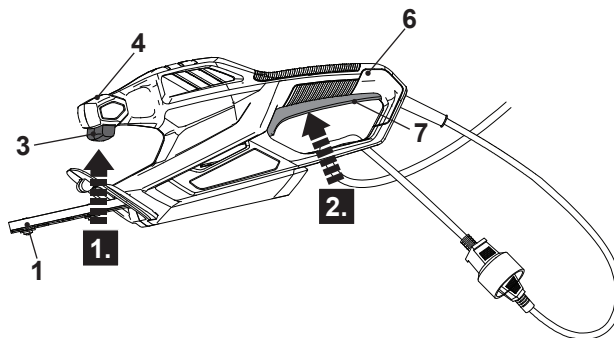

Fig. 4
1. Asegúrese de que el dispositivo de corte (cuchilla) (1) no toque ningún objeto. Retire la cubierta de la cuchilla (11) del dispositivo de corte (cuchilla) (1) antes de encender el producto.
2. Sujete el producto con una mano en el mango delantero (4) y con la otra en el mango trasero (6).
3. Pulse el interruptor de seguridad (3) y manténgalo en posición (Fig. 4, paso 1).
4. Pulse el interruptor de encendido/apagado (7) para encender el producto (Fig. 4, paso 2).
5. Suelte el interruptor de encendido/apagado (7) o el interruptor de seguridad (3) para apagar el producto.